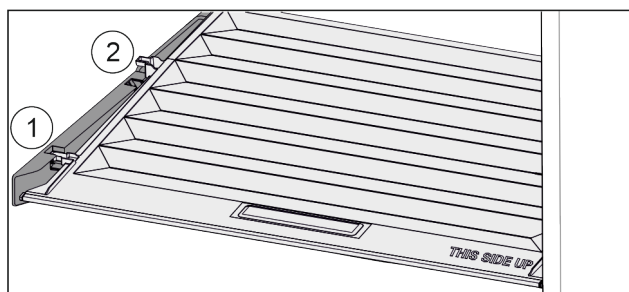

Fig. 85
- ▶ Tirare in avanti il coperchio fino all'apertura nei fermi Fig. 85 (1).
- ▶ Sollevare posteriormente dal basso e togliere verso l'alto Fig. 85 (2).